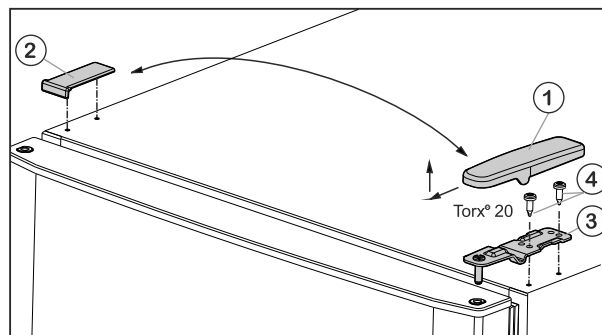

Fig. 6
- ▶ Skinite pokrov Fig. 6 (1) prema naprijed i gore.
- ▶ Podignite pokrov Fig. 6 (2).
- ▶ Odvijte gornji podložak ležaja Fig. 6 (3) 2 puta Torx® 20] Fig. 6 (4) i izvucite ga prema gore.
- ▶ Umetnite gornji podložak ležaja Fig. 6 (3) na novu stranu šarke u vrata.
- ▶ Čvrsto pritegnite gornji podložak ležaja (s 4 Nm) (2 x Torx® 20) Fig. 6 (4). Po potrebi upotrijebite odvijač na baterije.
- ▶ Pokrov Fig. 6 (1) postavite izvana na suprotnoj strani tako da se fiksira.
- ▶ Pokrov Fig. 6 (2) postavite odozgo na suprotnoj strani tako da se fiksira.